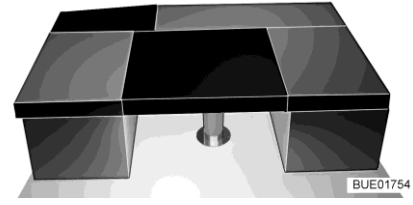

Bild 165 Nach dem Umbau
- Das rechteckige Zusatzpolster auf den Tisch legen (zwischen die Sitzpolster der Sitzbänke, siehe Bild 165).